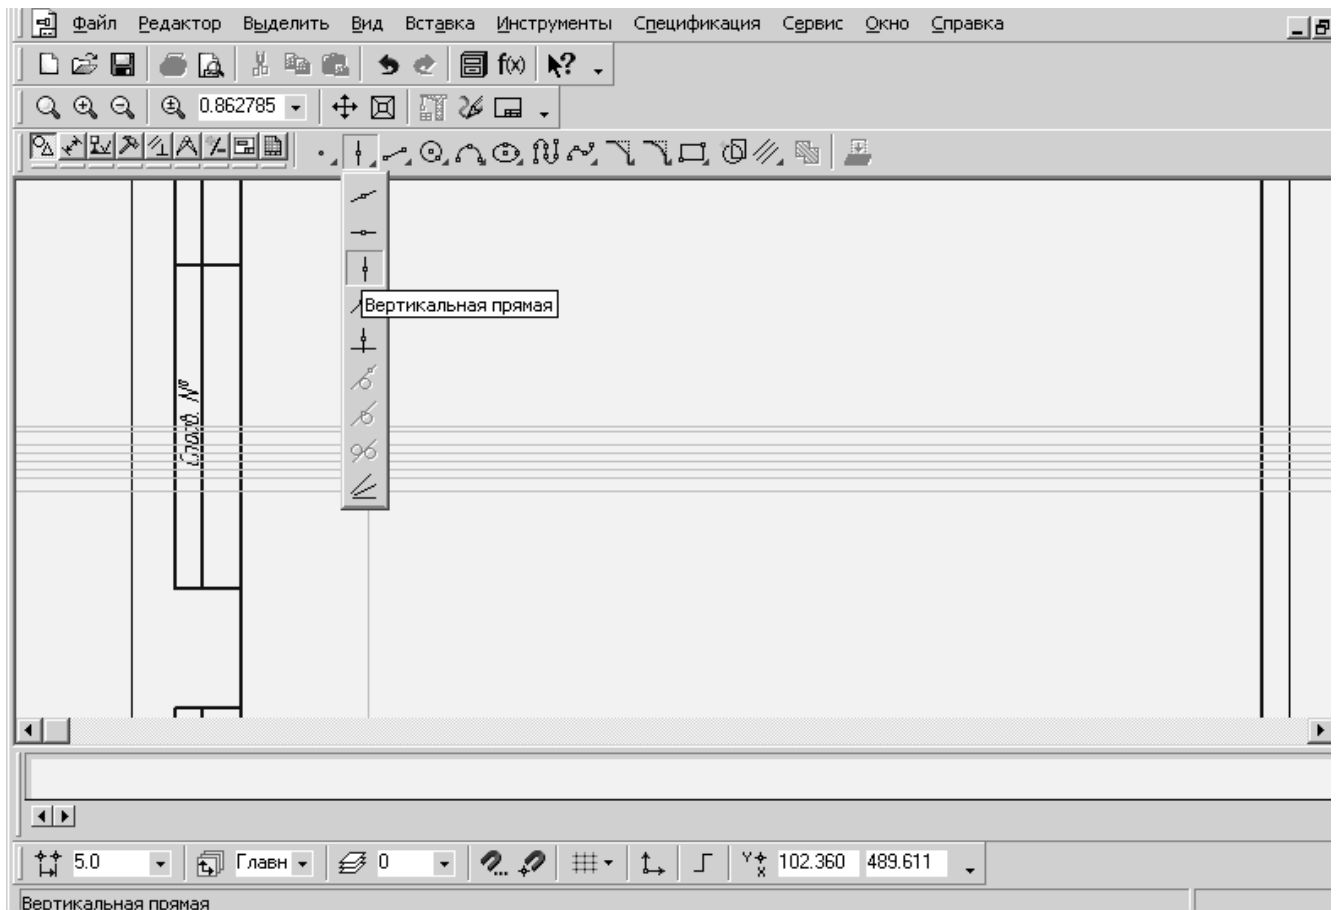

Рис.27.
5. Дальнейшее построение затруднено из-за большого числа вспомогательных линий. Поэтому параллельно с вспомогательными линиями целесообразно строить контур и элементы вида основным стилем. Построить вертикальную прямую (рис.27), содержащую левую грань планки.